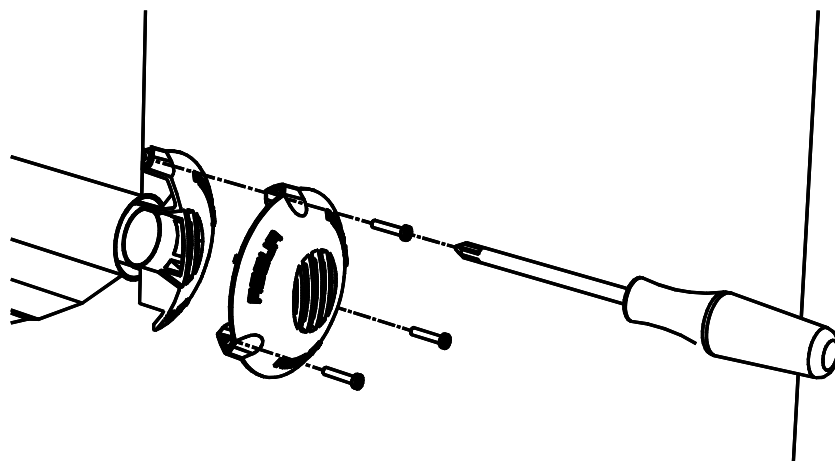

Figura 12 – Fissaggio terminale
1. Applicare il terminale antivento in alluminio al muro esterno in modo che si incastri all'estremità del tubo fumi e segnare la posizione dei tre fori per i tasselli ad espansione (vedi Figura 12). Il terminale deve essere montato con la grigliatura scarico fumi disposta verticalmente.
3. Rimontare il terminale e fissarlo con le viti per mezzo dei relativi tasselli (vedi Figura 12).